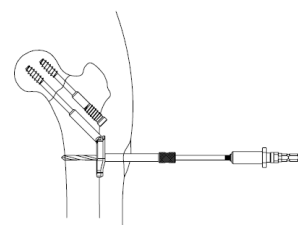

図 2-4-1
- 1) ロッキングスクリューホールにロッキングスクリュー用ドリルスリーブをねじ込み装着します。ドリルアダプタを接続した 4.5 ドリルにて骨幹部のドリリングを行います。(図 2-4-1)